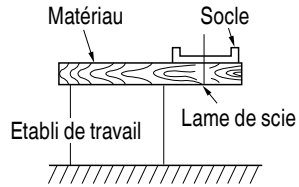

Fig. 15
4. Préparer un établi de travail en bois (Fig. 15)